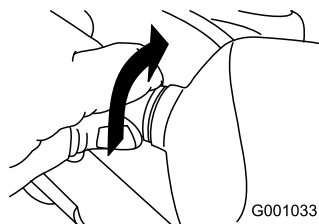

Figure 46
2. Tournez la base de l'ampoule dans le sens antihoraire jusqu'à la butée (Figure 46).